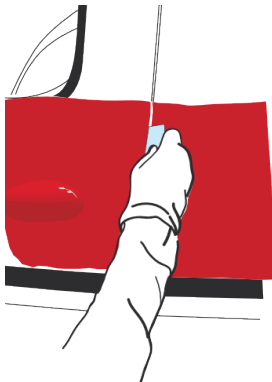

Figure 26
- › Finir le travail en passant la raclette sur la découpe. Incliner la raclette dans le prolongement du bord fin. (FIG. 26)